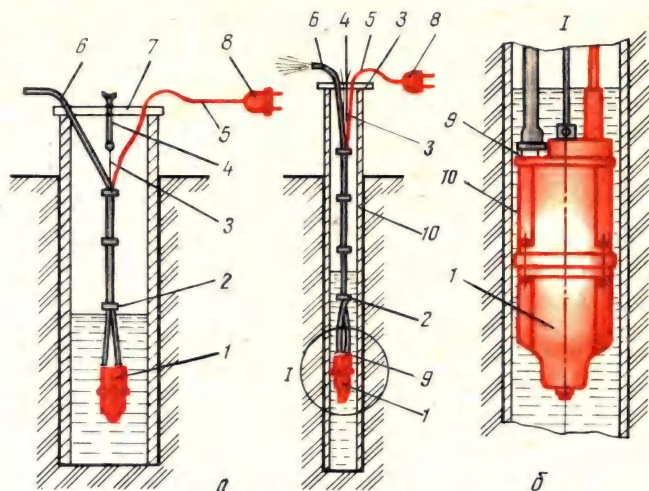

Рис. 15. Установка электронасоса «Малыш»:
*Электромагнитный бытовой насос «Малыш»* (рис. 15) предназначен для подъема пресной воды из колодцев и трубчатых скважин с внутренним диаметром более 100 мм с глубины до 40 м. Температура перекачиваемой воды должна быть не более 35 °С. При работе насос должен быть полностью погружен в воду, не соприкасаясь со стенками и дном колодца.